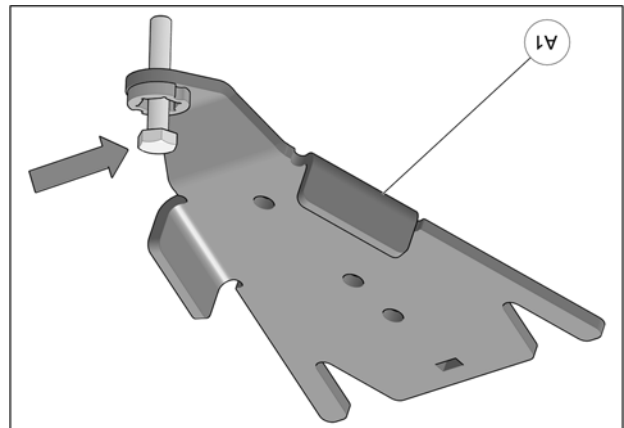

Fig. 24
8. Insérer un boulon à l'extrémité de chacun des ancrages de suspension avant (A1). Fig. 24